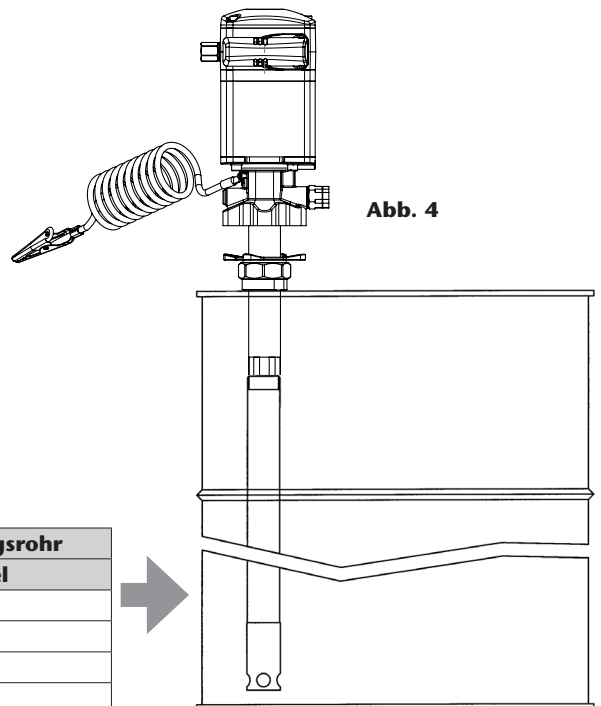

Abb. 4
- Einstellbare Montage auf Fass oder Tank mit Adapter (360002). Schrauben Sie das entsprechende Verlängerungsrohr auf die Pumpe (siehe Abb. 4). Schrauben Sie die Mutter des verstellbaren Adapters auf den Fass-/Tankdeckel. Führen Sie das Rohr durch die Mutter und fixieren Sie es mit dem Stern in der gewünschten Höhe.